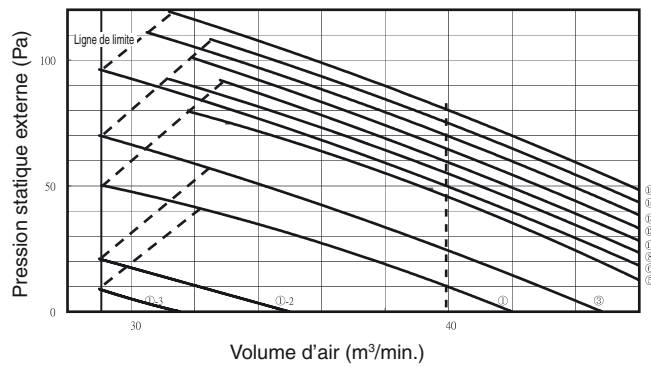

Fig. 3-18
- (1) Vérifiez les éléments suivants avant de procéder à la vérification du réglage ou la commande automatique du débit d'écoulement de l'air.
- (2) La vérification du fonctionnement se termine au bout de 3 minutes si les réglages ont été effectués correctement. Si les réglages sont hors de la plage, ils seront modifiés (max. 30 minutes). Si 31 minutes s'écoulent sans résultat, vérifiez si la vitesse d'écoulement d'air est réglée sur « H » ou non.
- (3) Reportez-vous au tableau 3-4 et à la Figure 3-18 pour en savoir plus sur la relation entre la valeur « b0 » du code de l'élément et la pression statique externe.
- (4) En cas de réglage avec la commande de groupe (raccordement de plusieurs unités intérieures avec une télécommande câblée), réglez chaque unité intérieure sur le code d'élément « b0 ».
- **Veillez à vérifier que la pression statique externe se trouve dans la plage d'utilisation, puis procédez au réglage. Sinon, un débit d'écoulement d'air faible et une fuite d'eau se produiront. Reportez-vous à la Fig. 3-18 pour connaître la plage de réglage de la pression statique externe.**
Reportez-vous au tableau 3-4 et à la Figure 3-18 et sélectionnez une valeur comprise entre « **0001** » et « **0015** ». Sélectionnez « **-002** » si le réglage automatique du débit d'écoulement de l'air est activé.